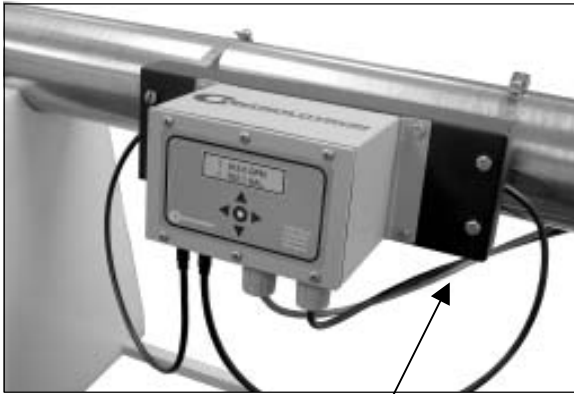

Abbildung 9
- Das integrierte Durchflussmessgerät mit der Montageschienenabdeckung an der Montageschiene anbringen und mit vier Schrauben befestigen (Abbildung 9).